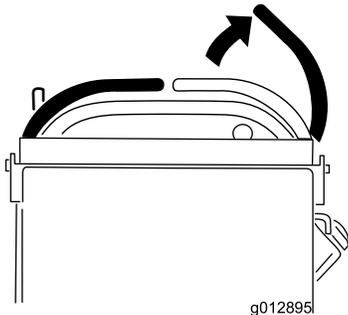

Figure 12
- Amenez les leviers de commande de déplacement au point mort et le levier de commande droit en position de verrouillage au point mort (Figure 12).